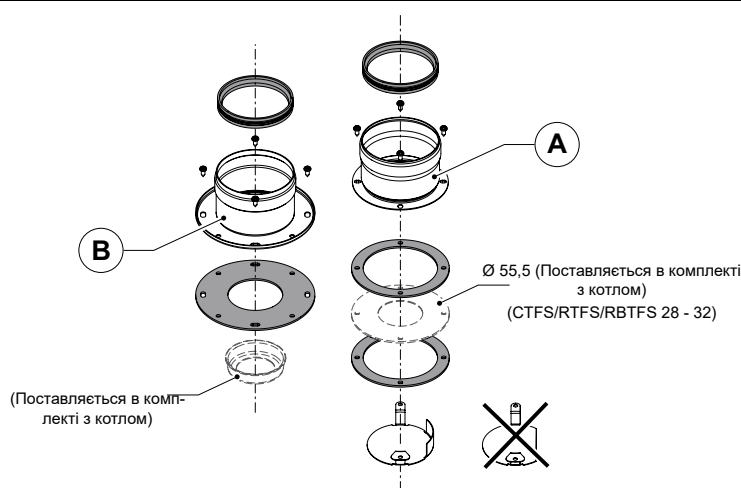

Рис. 13 Роздільний комплект 0SDOPPIA13
- Змонтуйте відповідний дефлектор повітря (дивись Рис. 13 Роздільний комплект 0SDOPPIA13).
- Змонтуйте відповідний дефлектор повітря (дивись Рис. 13 Роздільний комплект OSDOPPIA13).